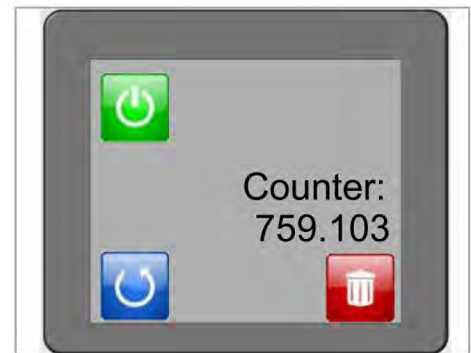

Abb. 7.1
- + Überprüfen Sie, ob die Maschine auf den vollen Arbeitszyklus eingestellt ist  (Abb. 7.1).